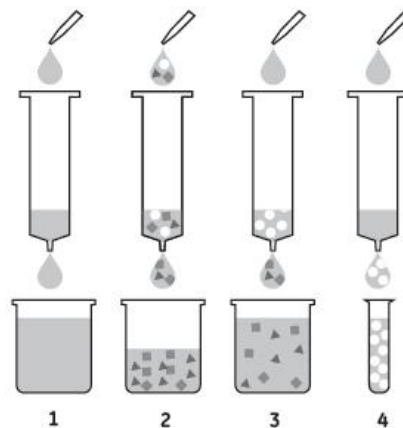

图 1. 使用 Co NTA Beads 重力柱纯化蛋白流程示意图
**Co NTA Beads 重力柱**使用请参考以下说明, 各溶液用量均按照柱体积计算 (例如: 2 个柱体积, 1 ml 规格对应为 2 ml 溶液, 5 ml 规格对应为 10 ml 溶液)。整个纯化流程大约需要 30 min (主要取决于样品体积和溶液的粘稠性), 操作快捷。使用流程请参考图 1。